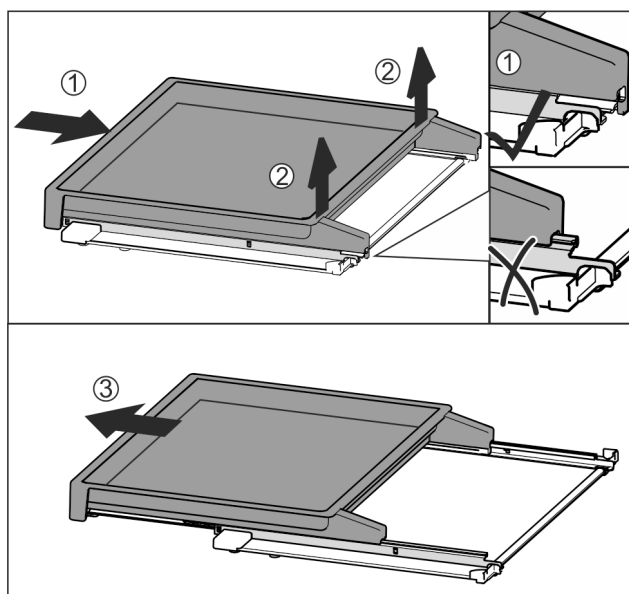

Fig. 112
- ▶ Introduzca por completo el estante extraíble Fig. 112 (1).
- ▶ Suelte el enganche en el lado trasero Fig. 112 (2).
- ▶ Retire el estante extraíble hacia delante Fig. 112 (3).